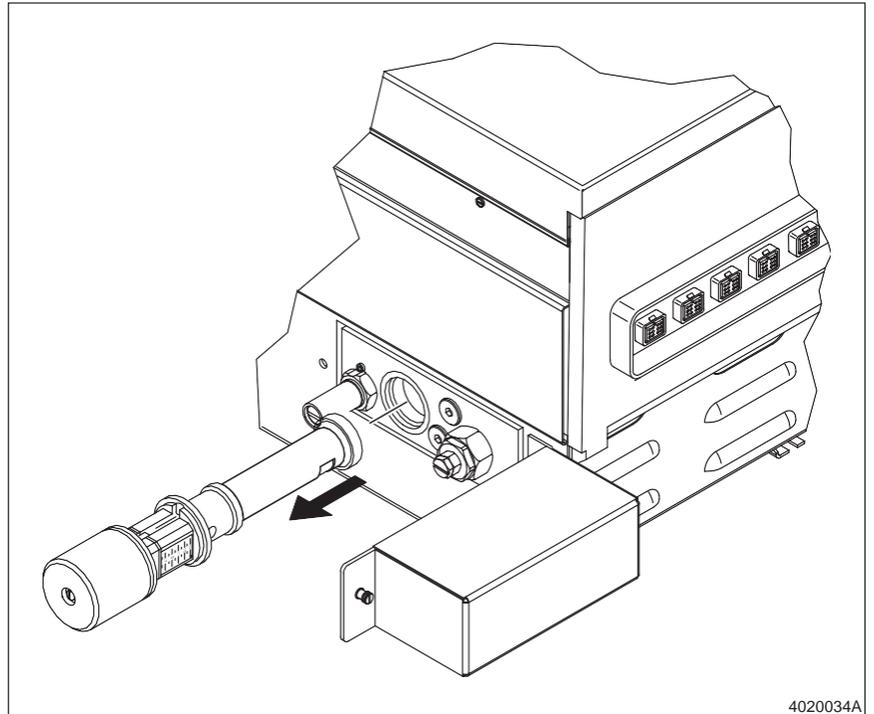

Fig. A 6-4 Removendo o Controlador de Densidade e o Conjunto do Filtro
7. Ver a Figura A 6-4. Usar uma chave inglesa para girar o controlador de densidade e o conjunto do filtro no sentido antihorário para remover do coletor.